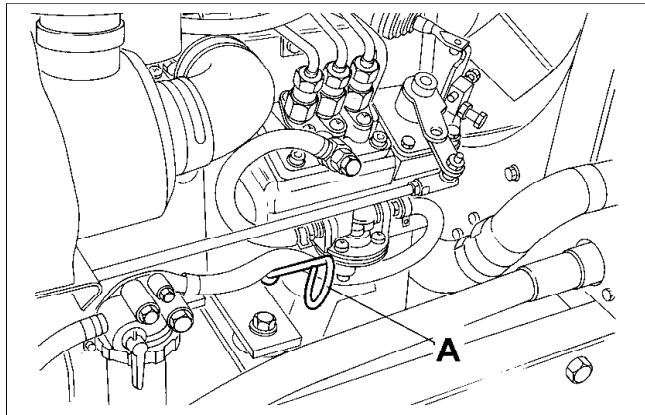
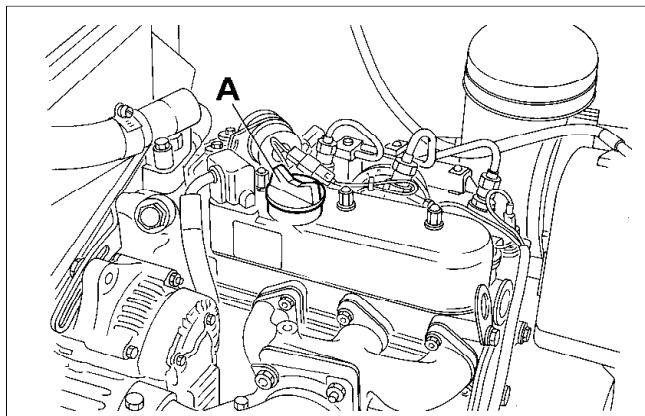

Fig.24
Fig.25
Tag oliepinden (A Fig. 24) op, og kontrollér, at der erolie op til det korrekte niveau, som er angivet. Fyld om nødvendigt nyolie på gennem påfyldningshullet (A Fig. 25) øverst på ventilvippearmskassen.
- Fjern påfyldningsdækslet (A Fig. 25), og fyld nyolie på op til det maksimale niveau, der er angivet på oliepinden (A Fig. 24). Kapaciteten er 3,2 liter.
Ta ut mätstickan (A fig. 24) och kontrollera att oljan når upp till angiven nivå. Fyll vid behov på med färsk olja genom påfyllningshålet (A fig. 25) upptill på vippkåpan.
- Ta bort locket (A fig. 25) och fyll på med färsk olja till maxnivån på mätstickan (A fig. 25). Kapacitet 3,2 liter.